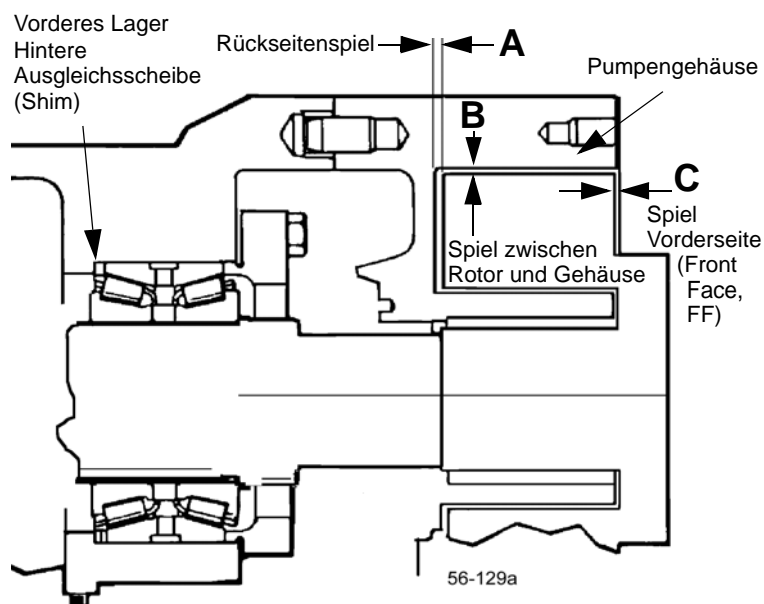

Abbildung 94 - Spielmessungen
2. Messen Sie das Rotorrückseitenspiel (Abbildung 94, Pos. A) mit einer Fühllehre durch den Anschluss oder von vorne.
3. Messen Sie das Rotorvorderseitenspiel (Abbildung 94, Pos. C).
4. Messen Sie das Spiel zwischen Rotor und Gehäuse (Abbildung 94, Pos. B).